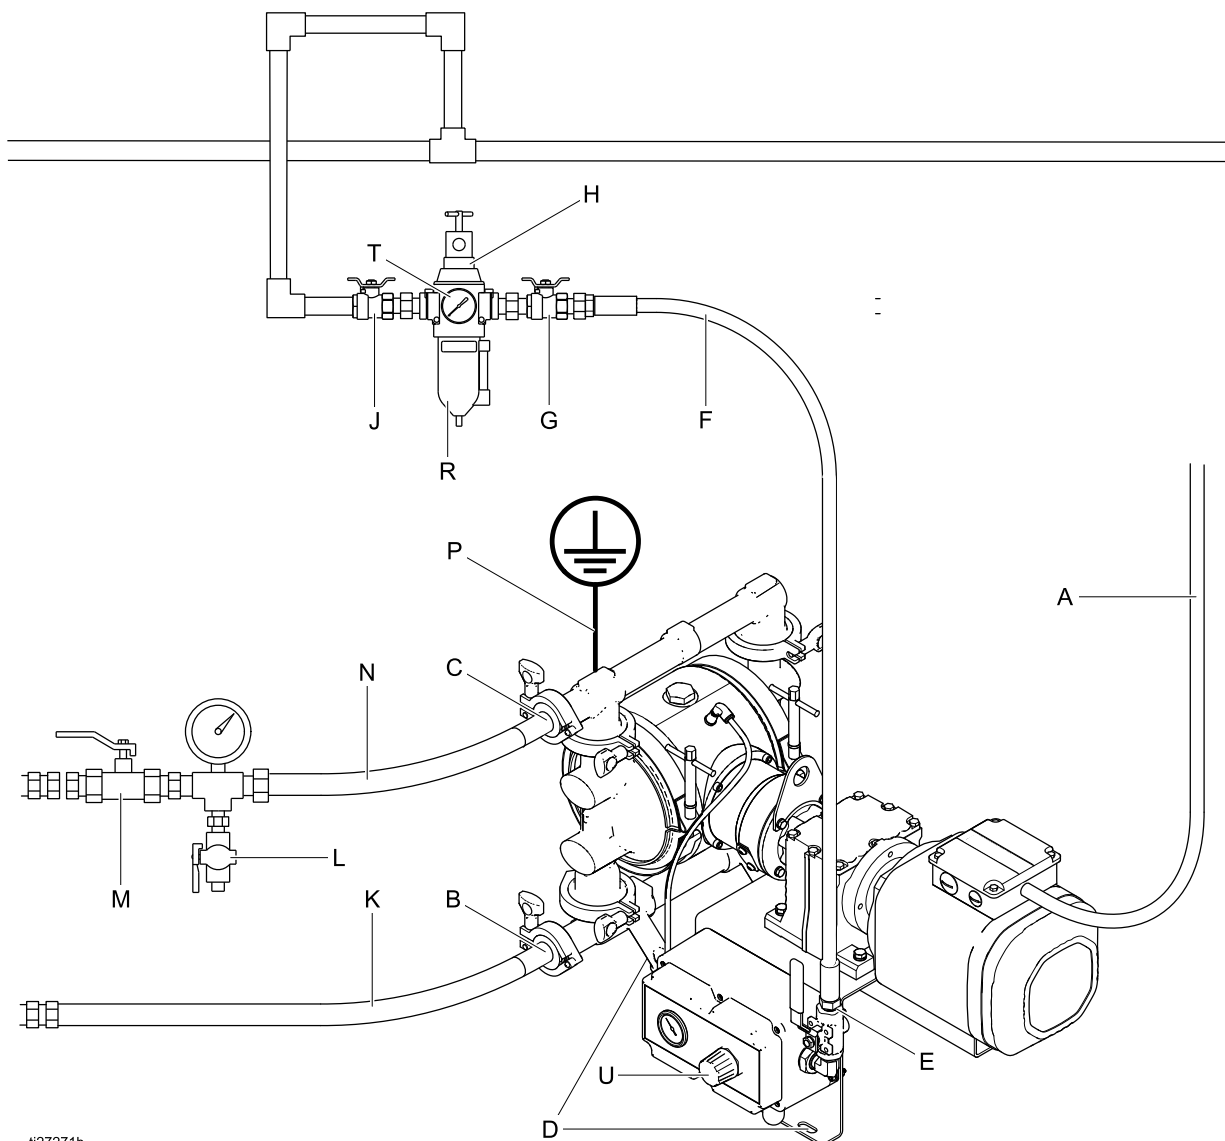

Figure 1 Typisk installation (växelströmpump visas)
En typisk installation visas i bild 1. Det är endast en vägledning för val och installation av systemkomponenter. Kontakta din Graco-återförsäljare för att få hjälp med att planera ett system som är anpassat efter dina behov. Använd alltid äkta delar och tillbehör från Graco. Se till att tillbehören passar och har korrekt märktryck för att kunna användas i ditt system.
Systemet måste ha en huvudluftventil (G) för luftning för att göra det möjligt att släppa ut luft som stängts in mellan denna ventil och pumpen. Instängd luft kan få pumpen att slå slag oväntat, vilket kan orsaka allvarliga kroppsskador, inräknat stänk i ögon och på hud. Se fig. 1.
OBS! Beteckningarna finns i bild 1, sidan 15.